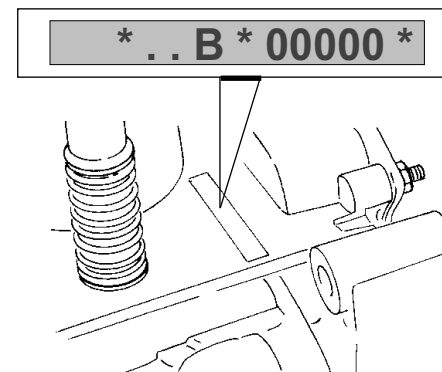

Fig. 1.2 - Abb. 1.2
- poinçonnage situé sur le moteur indiquant les éléments d'homologation (voir fig. 1.2).
- markings stamped on the engine showing serial number (see fig.1.2)
- Stempelung auf dem Motor, mit allen Zulassungsdaten (siehe Abb.1.2)
- Punzonado situado en el motor, indica los datos de la homologación (véase fig. 1.2)